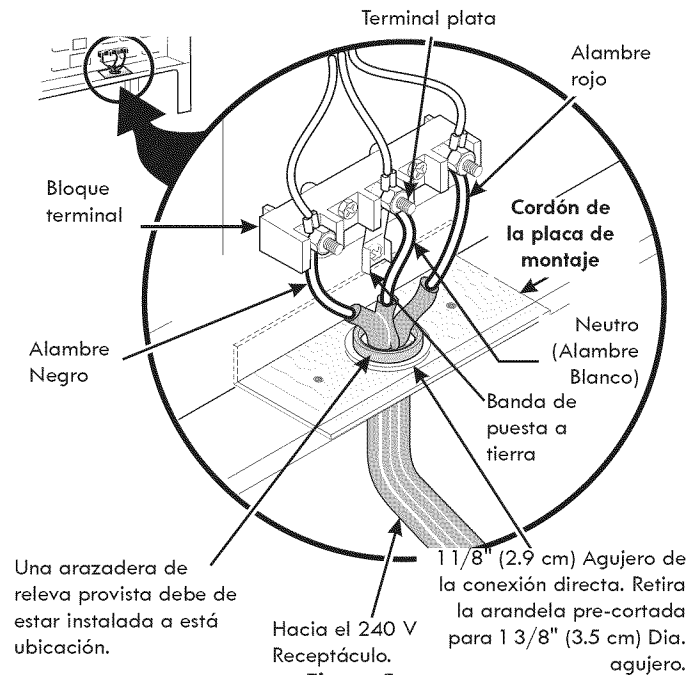

Figura 5
NOTA: La cocina corrediza eléctrica viene de fábrica con un agujero de diámetro 1 1/8" (2.9 cm) como se muestra en la figura 5. Si un agujero más largo está necesario retire la arandela de la precortada.
Si los códigos locales permiten la conexión del conductor a tierra del armazón al alambre neutral del cable de bronce del suministro eléctrico (vea figura 5).
2. Utilizar los tuercas suministraron en el paquete de la literatura para conectar la parte neutral del cable de bronce de suministro eléctrico al terminal plateado que se encuentra al centro del bloque terminal y, conectar los otros alambres a los terminales externos. Aparee los alambres y los terminales según el color (alambres rojos conectados al terminal derecho, alambres negros conectados al terminal izquierdo) (vea figura 5).
Si el aparato está conectado directamente al cortacircuito, a la caja de fusibles o a la caja de empalmes, use un cable blindado flexible o no metálico recubierto de cobre (con alambre a tierra). Provee una abrazadera relevo de anclaje homólogo UL a cada extremidad del cable. A la extremidad del electrodoméstico, el cable pase a través del agujero de la conexión directa (ver figura 5) en el cordón de la placa de montaje. El tamaño de los alambres (**alambre de cobre solamente**) y las conexiones deben estar conforme al régimen del electrodoméstico.